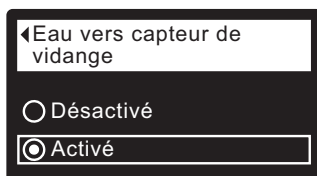

FIG. 91
7. Appuyez sur le sélecteur (O) pour afficher l'écran Capteur d'eau vers vidange (cf. Figure 91).